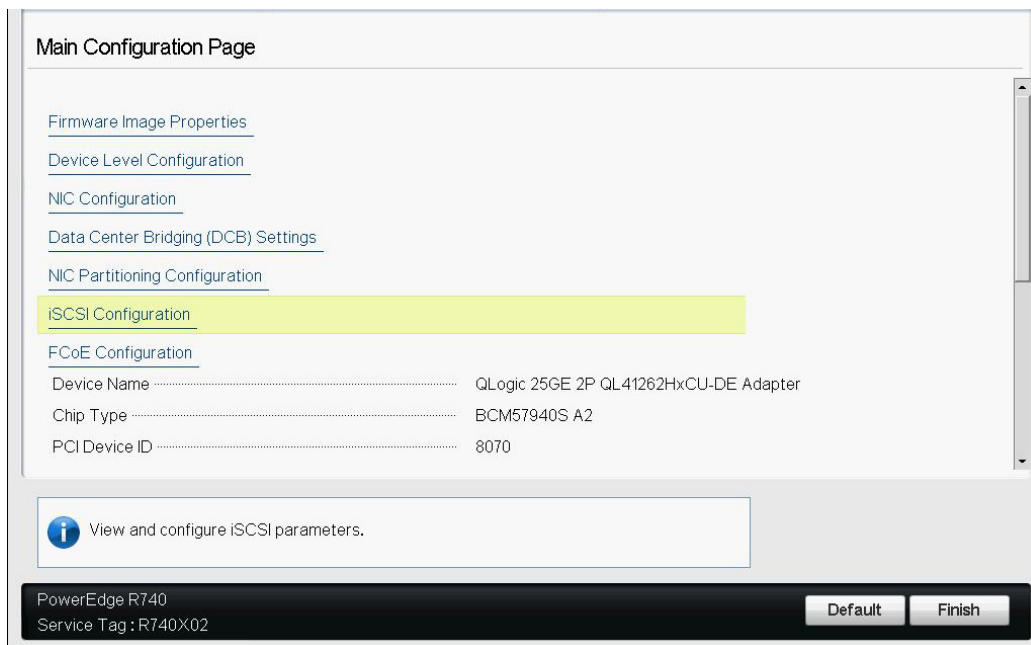

Ilustración 6-5. System Setup: iSCSI Configuration (Configuración del sistema: Configuración iSCSI)
1. En la **Main Configuration Page** (Página de configuración principal) de la HII del dispositivo, seleccione **iSCSI Configuration** (Configuración iSCSI) (Ilustración 6-5) y, a continuación, pulse INTRO.